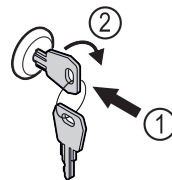

Fig. 243
- ▶ Schlüssel hineindrücken. Fig. 243 (1)
- ▶ Schlüssel um 90° im Uhrzeigersinn drehen. Fig. 243 (2)